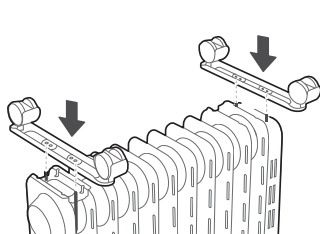

figure 1
2. Comme le montre la figure 1, alignez le trou de montage d'un groupe de roues et installez-le sur la vis de la plaque de roulement pivotante à l'extrémité de l'aillette de radiateur et de l'autre, la roue pivotante est alignée avec les vis montées dans le en bas du boîtier de commande.